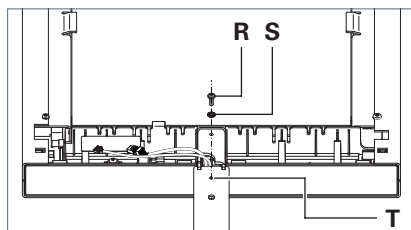

Fig. 9: Fissaggio della testa dell'apparecchio d'illuminazione.
- Avvitare la vite **R** attraverso la rondella dentellata **S** nel foro **T** sul tubo di supporto e stringere la vite, vedi Fig. 9.